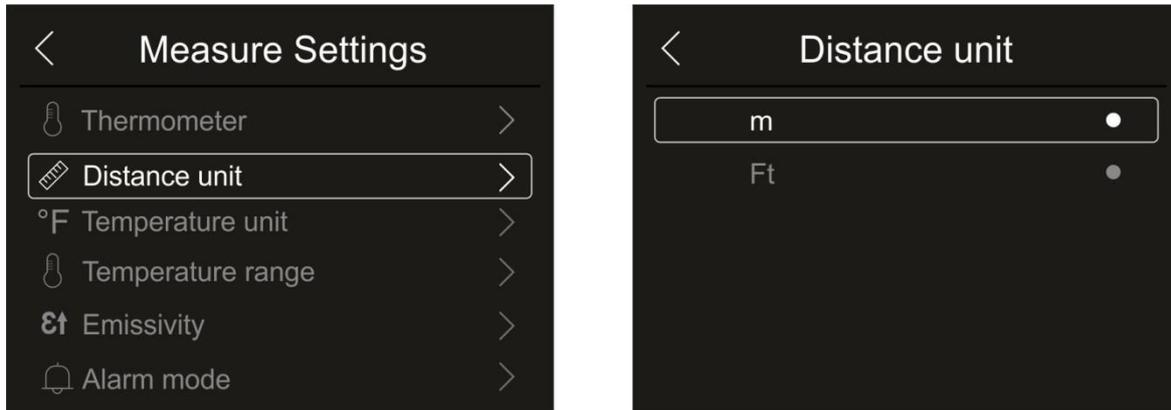

Fig. 22: Menu de réglage de l'unité de mesure de la distance
1. Touchez l'élément «Distance unit» pour régler l'unité de mesure de la distance. La Fig. 22 - partie droite s'affiche à l'écran :